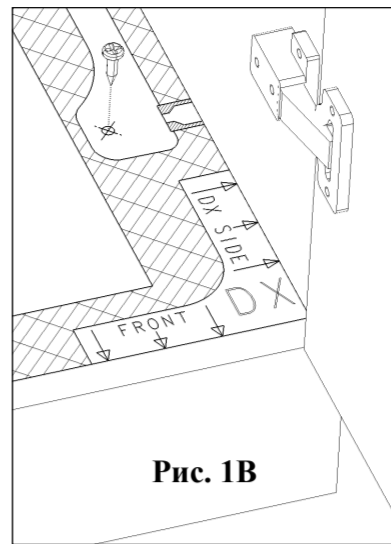

Рис. 1В
1. E' possibile montare il portarifiuti sia a Destra che a Sinistra del cabinet (FIG.1): In caso di posizionamento a Sinistra, preparare il fissaggio al fondo del cabinet, utilizzando la dima come da FIG.1A: In caso di posizionamento a Destra, preparare il fissaggio al fondo del cabinet, utilizzando la dima come da FIG.1B.